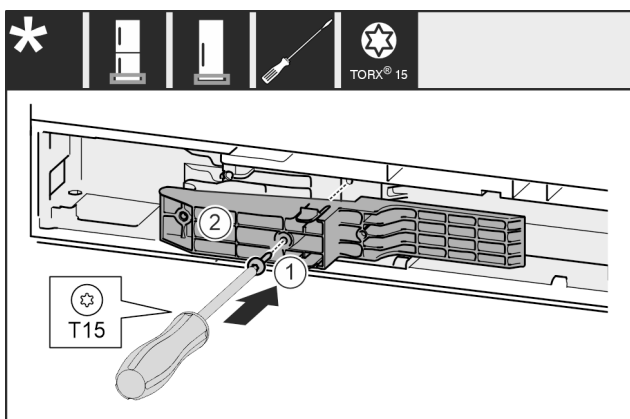

Fig. 67*
- Adapterstück Fig. 67 (1) auf der Griffseite in die Aussparung einsetzen.*
- Schraube Fig. 67 (2) mit Schraubendreher festschrauben.*